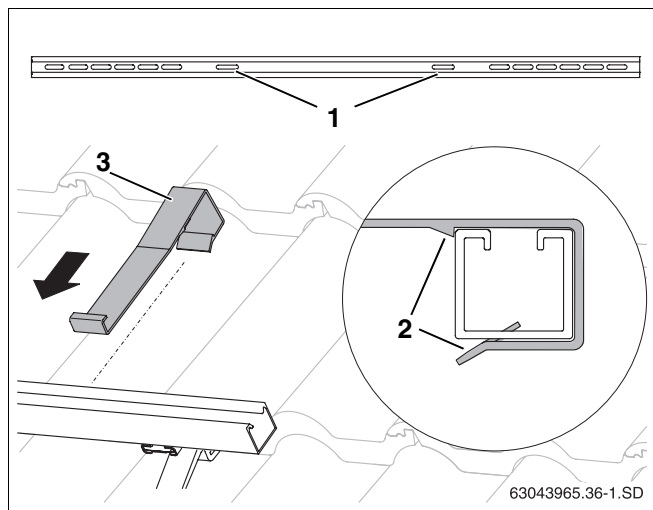

Fig. 34 Agganciare la sicurezza anti scivolamento
- Infilare dall'esterno le sicurezze anti scivolamento (fig. 34, **pos. 3**) nei vari fori oblunghi interni (fig. 34, **pos. 1**), sulle guide profilate finché tali sicurezze non si aggancino in posizione (fig. 34, **pos. 2**).